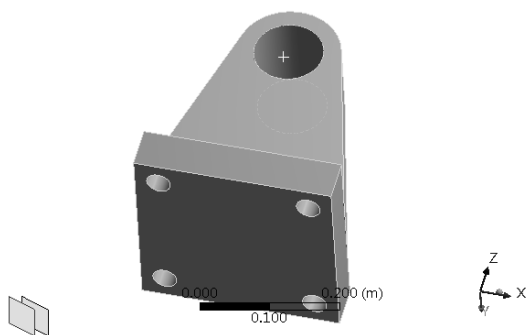
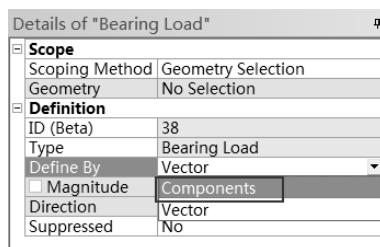
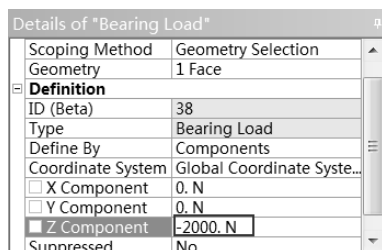

图 5-149 选择轴承载荷面
图 5-150 选择载荷方向
图 5-151 力载荷参数设置
Step6：选择圆柱面，如图 5-149 所示。在 Details of “Bearing Load” 栏的 Define By 中选择 Components 选项，如图 5-150 所示。在 Geometry 中确定图 5-149 所示的圆柱面被选中，并在 Z Component 中输入 -2000，如图 5-151 所示。